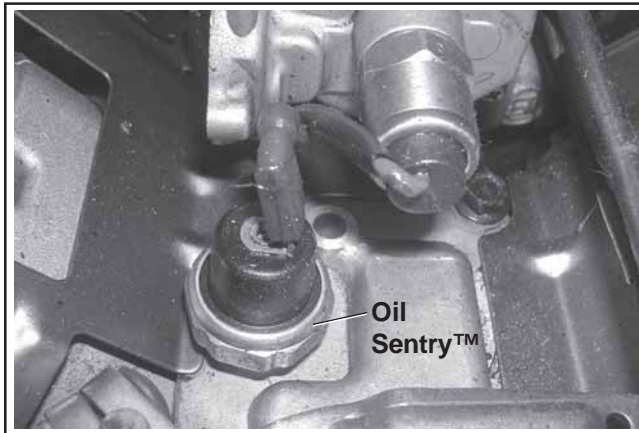

Figure 6-9. Emplacement de Oil Sentry™.
Le pressostat Oil Sentry™ est monté dans le couvercle du reniflard. Voir la Figure 6-9.
2. Installer le pressostat dans le trou percé sur le couvercle du reniflard. Voir la Figure 6-9.